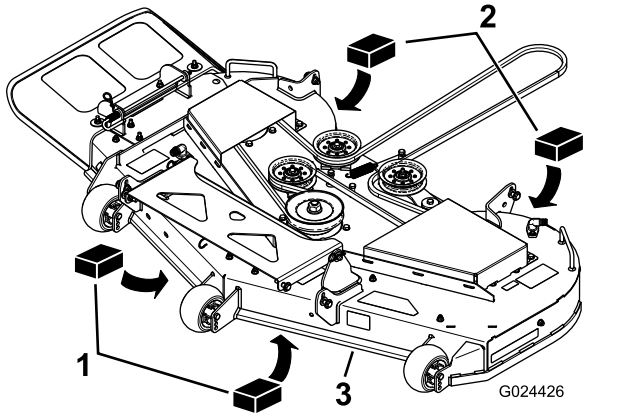

Figura 74
3. Coloque dos bloques de 6,6 cm de grosor debajo de cada lado del borde delantero de la carcasa, pero no debajo de los soportes de los rodillos protectores del césped (Figura 74).
- Coloque dos bloques de 7,3 cm de grosor debajo del borde trasero del faldón de la carcasa de corte, uno en cada lado de la carcasa de corte (Figura 74).